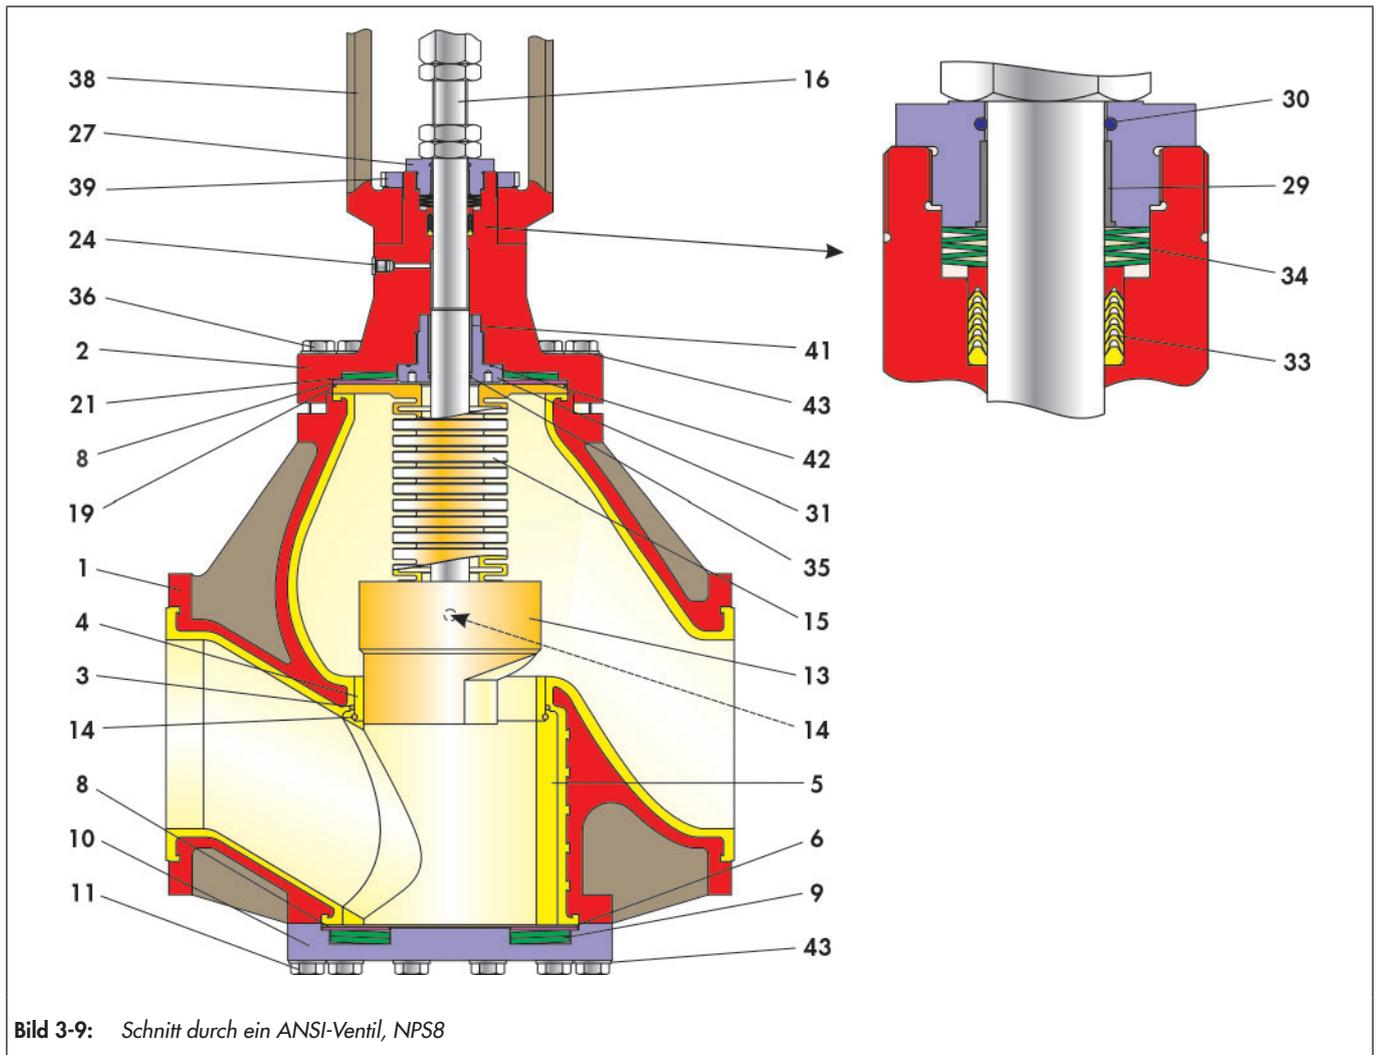

Bild 3-9: Schnitt durch ein ANSI-Ventil, NPS8
- ⇒ Darauf Achten, dass die Durchgangsöffnung im Druckstück (5) mit der Einlauföffnung des Ventils fluchtet.
- ⇒ Mit einem 5 mm Bohrer schräg von der Dichtfläche ca. 10 mm tief in das Druckstück (5) bohren.
- ⇒ Mit einem in diese Bohrung eingeführten Stück PTFE-Schnur (14) das Druckstück gegen Verdrehen sichern.
- ⇒ PTFE-Scheibe (6) auf Druckstück (5) legen.
- ⇒ Druckscheibe (8) auf die PTFE-Scheibe (6) legen.
- ⇒ Tellerfeder (9) einlegen. Lage der Tellerfeder, vgl. Bild 3-9.
- ⇒ Abschlussdeckel (10) vorsichtig auf das Gehäuse legen.
- ⇒ Scheibe (6), Druckscheibe (8) und Tellerfeder (9) zentrisch in den Abschlussdeckel einpassen.
- ⇒ Schrauben (11) mit Scheibe (43) in das Ventilgehäuse einschrauben. Schrauben gleichmäßig und wechselseitig anziehen.
- ⇒ Deckelflansch (2) auf eine saubere, in Arbeitshöhe positionierte weiche Fläche legen, so dass die Spindeldurchführung gut erreichbar ist.
- ⇒ Distanzrolle sowie V-Ringe und Schlussring der Dachmanschettenpackung ( 33 ) einlegen. Anordnung der Packungsringe, vgl. Bild 3-9.
- ⇒ Tellerfedersatz ( 34 ) in die dafür vorgesehene Bohrung einlegen. Anordnung der Tellerfedern, vgl. Bild 3-9.
- ⇒ O-Ring (30) in die innere Nut der Stopfbuchse (27) einlegen.
- ⇒ Obere Lagerbuchse (29) in den unteren Teil der Stopfbuchse (27) drücken.
- ⇒ Tellerfeder (21), Druckscheibe (8) und O-Ring (19) in den Deckelflansch (2) einlegen. Anordnung der Bauteile, vgl. Bild 3-9.
- ⇒ Verschlusschraube (24) einschrauben.